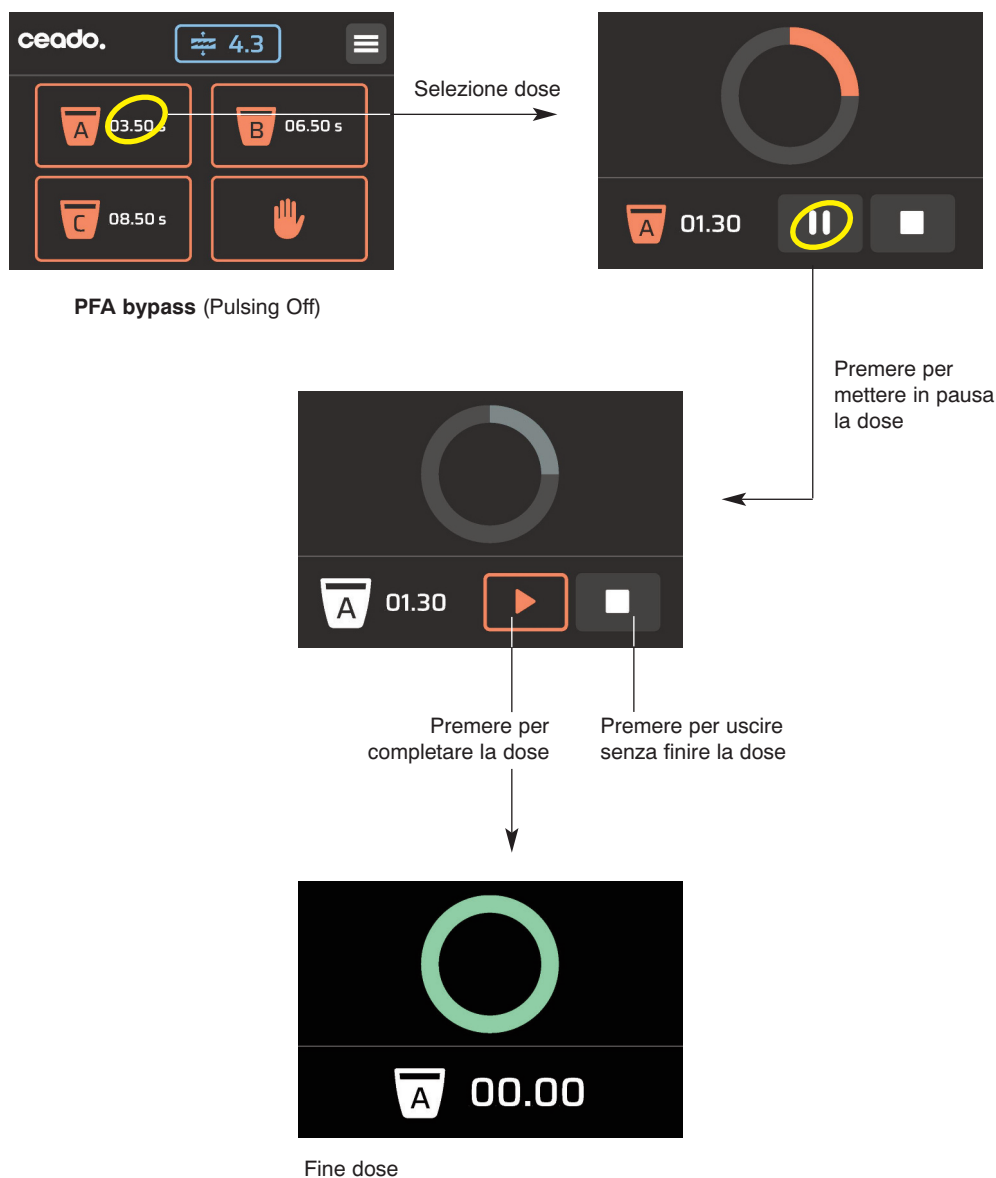

Fig. 4
- 2 Portare l'interruttore ON-OFF sulla posizione "I" (12 Fig. 2). Si accende il display del pannello di controllo (4 Fig. 1) (vedere Fig. 4).
Funzionamento automatico con pulsante start (se presente): modalità "PFA bypass" (Fig. 4)